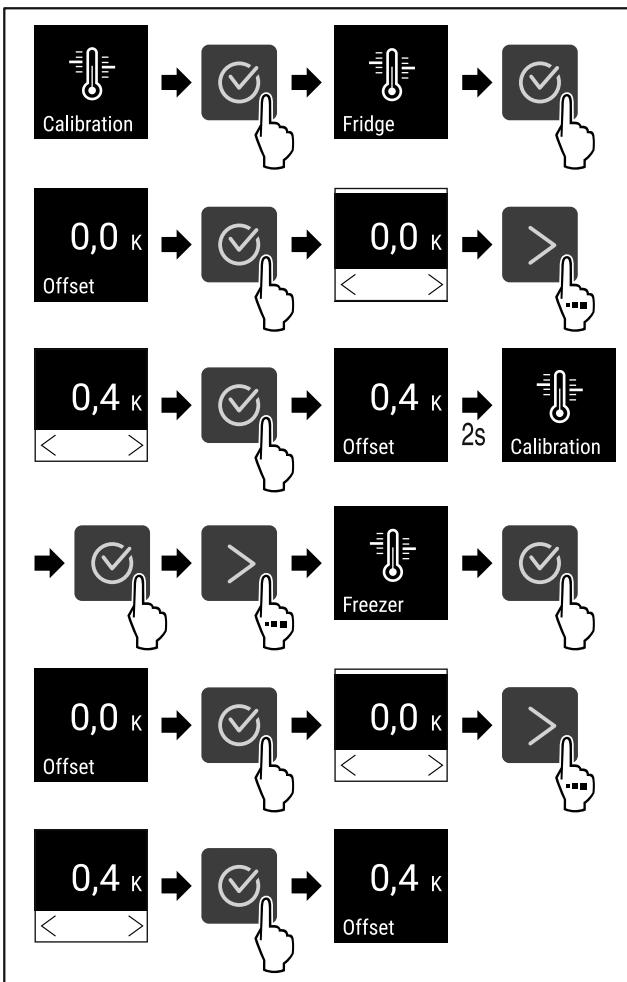

Fig. 124
- Følg anvisningene (se Fig. 124) .